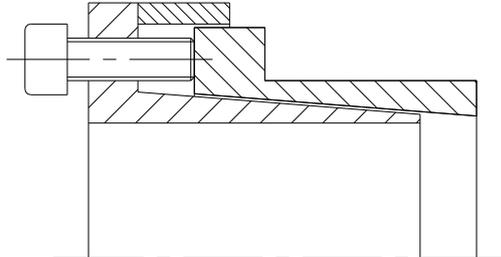

Bild 5: Fixieren des Spannsatzes KTR 250
- Die Spannschrauben leicht lösen. Zur Erleichterung der Montage mittels 2 Spannschrauben den Innen- und Außenring über die Abdrückgewinde fixieren (siehe Bild 5). Den Spannsatz KTR 250 zwischen Welle und Nabe einsetzen.